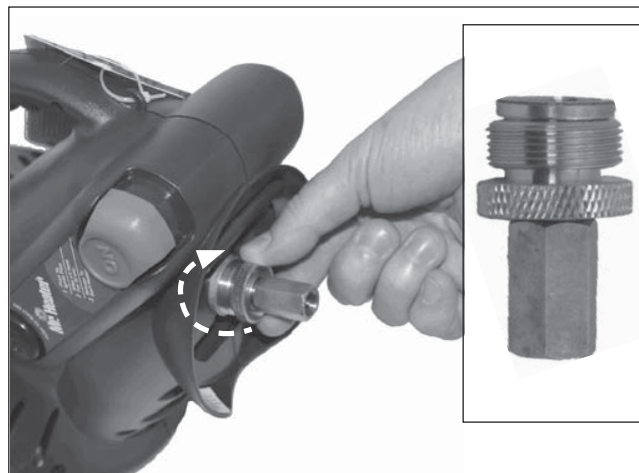
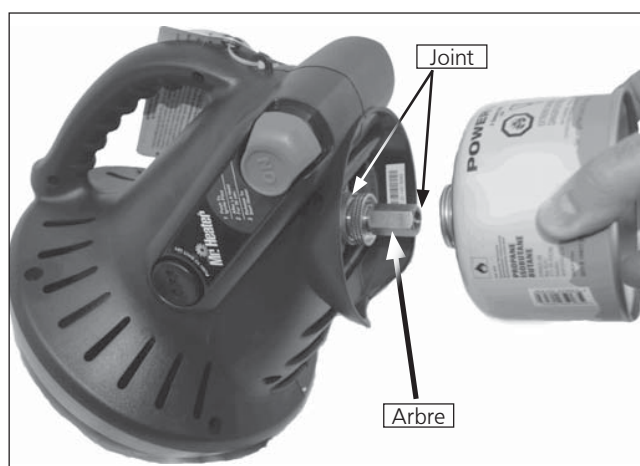

Figure 1
Figure 2
- Vérifiez si les joints (entre l'appareil et le réservoir de gaz) sont en place et en bon état avant de connecter au réservoir de gaz. N'utilisez pas un appareil qui a des joints endommagés ou usés. N'utilisez pas un appareil qui fuit, endommagé ou qui ne fonctionne pas correctement. Voir Figure 2.
- Pour utiliser avec du propane (G31): Vissez dans le sens horaire (du bas), la cartouche jetable d'un (1) livre (465g) servant d'alimentation en gaz propane dans l'appareil de chauffage portatif jusqu'à la main serrée et fixez la cartouche dans le support. N'utilisez pas un produit d'étanchéité sur cette connexion.
- Pour utiliser avec un mélange de butane / propane (G30 + G31): Vissez l'adaptateur en laiton dans le sens horaire dans le régulateur de l'appareil portatif (du bas) jusqu'à ce qu'il soit serré. Voir Figure 1. N'utilisez pas un produit d'étanchéité sur cette connexion. Vissez la cartouche du mélange de butane / propane (G30 + G31) dans l'adaptateur (dans le sens horaire), une fois que l'arbre sur l'adaptateur commence à tourner la cartouche, elle est maintenant connectée, et alors, montez la cartouche dans le stand.
- Appuyer sur le bouton « ALLUME » pendant 30 secondes afin d'allumer la veilleuse (répétez jusqu'à ce que la pilote s'allume) et continuez à tenir pendant 30-60 secondes. Voir la Figure 2. REMARQUE: les poussées sont fréquentes lors du premier allumage de l'appareil. Gardez votre visage et les objets inflammables loin de l'appareil.